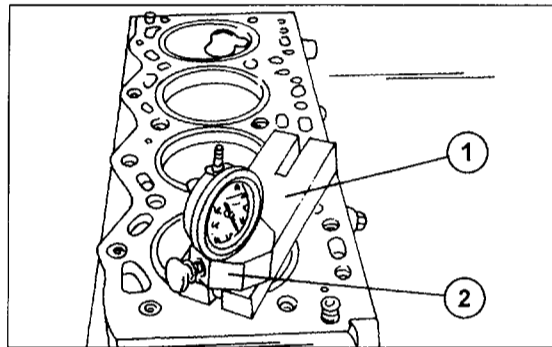

Bild 61
- Eine Messuhr mit einem Magnetfuß auf die gut gereinigte Zylinderblockfläche aufsetzen und den Taststift neben der Außenseite des Kolbens auf die Fläche drücken. Die Messuhr in dieser Stellung auf „Null“ stellen. Dieser Messvorgang ist in Bild 61 gezeigt.